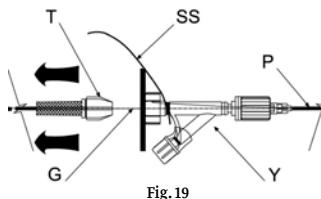

Fig. 19
- Con una mano sujeté firmemente el conector en "Y" y con la otra separe el dispositivo de torsión al menos 30 cm hasta que pueda apreciar la liberación del dispositivo. Fig. 19 – 21.